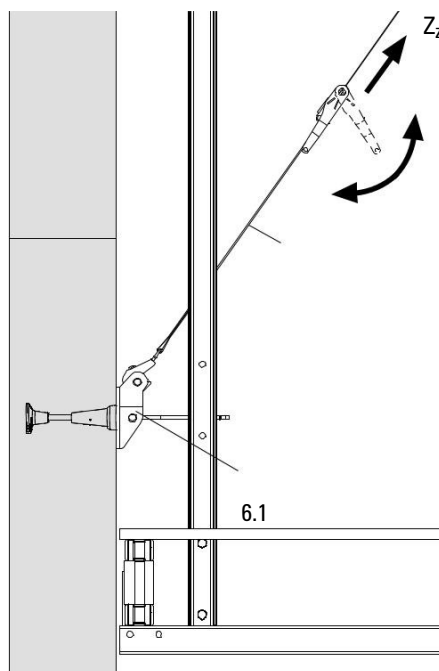

Fig. B1.33
6. Закачете обтягащия ремък (7.1) към стенния накрайник CB M24 (6.1) и затегнете. (Fig. B1.33)